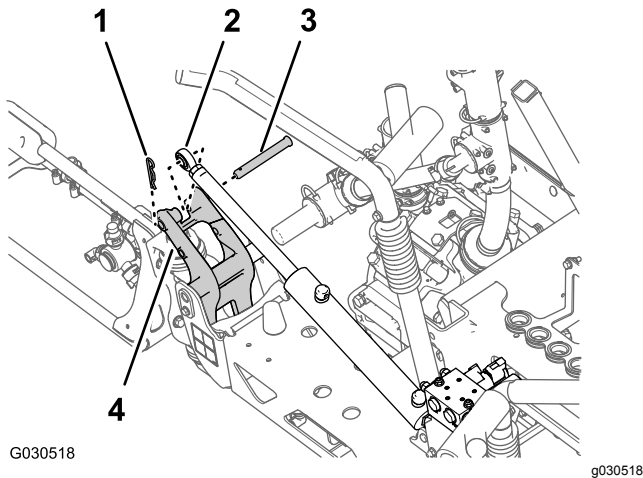

Figura 40
2. Retire el pasador y la chaveta que sujetan el extremo de la varilla del cilindro de elevación al soporte de giro (Figura 40).